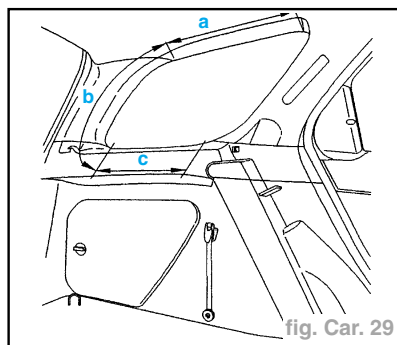

fig. Car. 29
- Côté intérieur (fig. Car. 29)